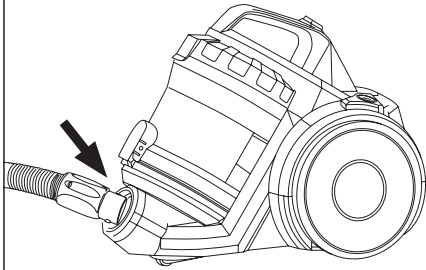

Fig.2
- Para hacer uso del parking horizontal ancle el gancho de la zapata en el enganche que se encuentra en la parte posterior del aparato. (Fig.2).